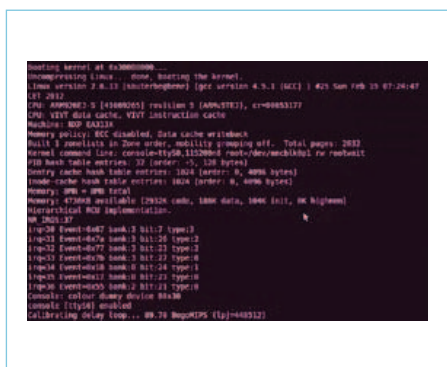

Figure 8. Messages durant l'amorçage du noyau Linux.
6. Le noyau se décompacte lui-même puis démarre automatiquement (**fig. 8**).